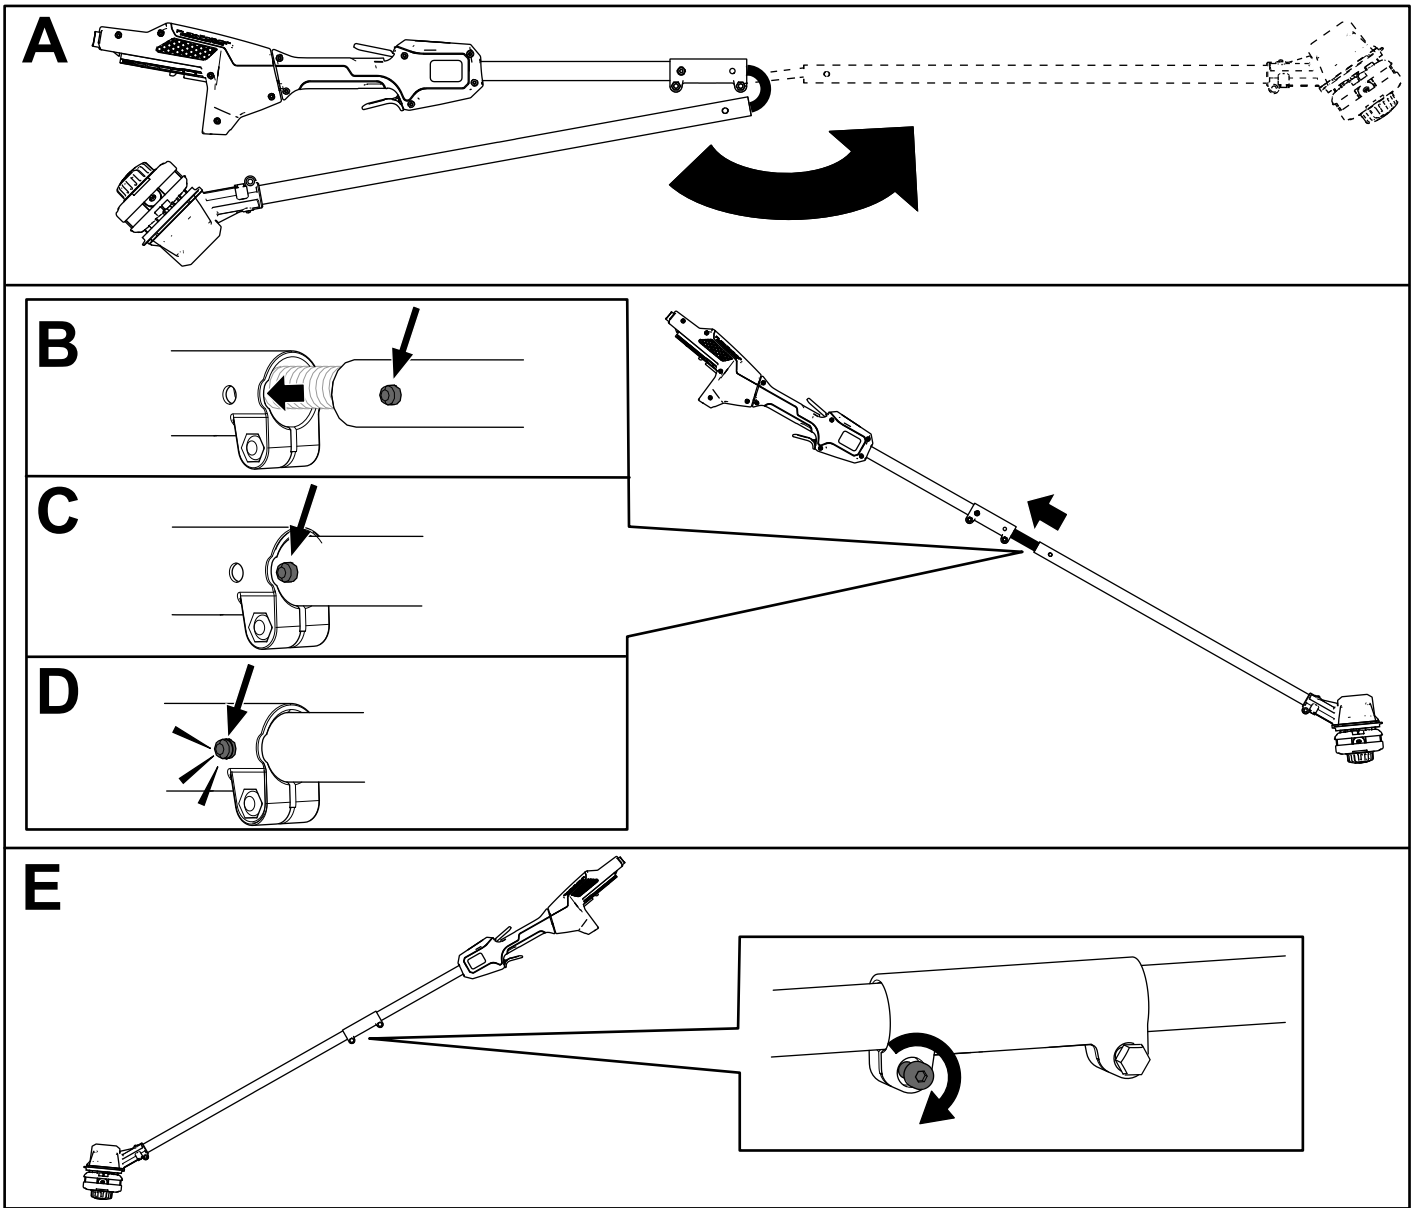

Bild 1
1. Klappen Sie den Stiel auf (A in Bild 1).
2. Richten Sie den Verriegelungsstift am unteren Stiel mit dem Loch am oberen Stiel aus und schieben Sie beide Teile zusammen (B und C in Bild 1).
**Hinweis:** Der Verriegelungsstift klickt in das Loch ein, wenn beide Stielteile verbunden sind (D in Bild 1).
3. Ziehen Sie die Schraube auf dem Stielverbindungsstück mit dem mitgelieferten Innensechskantschlüssel fest (E in Bild 1).